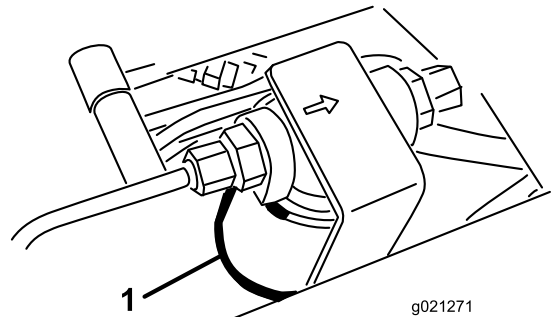
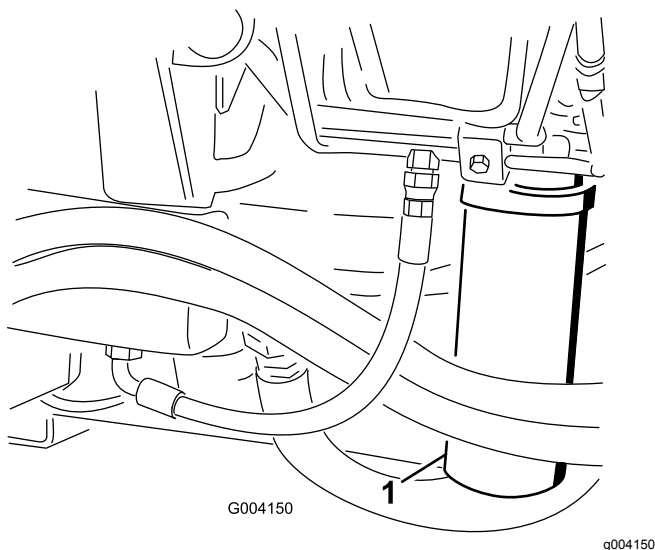

Figura 102
Figura 103
2. Pulite l'area di montaggio del filtro e collocate una bacinella di spurgo sotto il filtro (Figura 102) e (Figura 103).